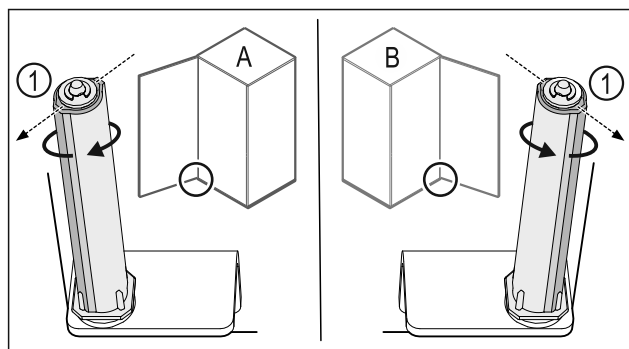

Fig. 44 Kreisais atbalsts (A) / labais atbalsts (B)
- ▶ Grieziet slēgšanas sistēmu pret pretestību, līdz slēgšanas sistēmas balstiņš Fig. 44 (1) ir vērsts uz augšu.